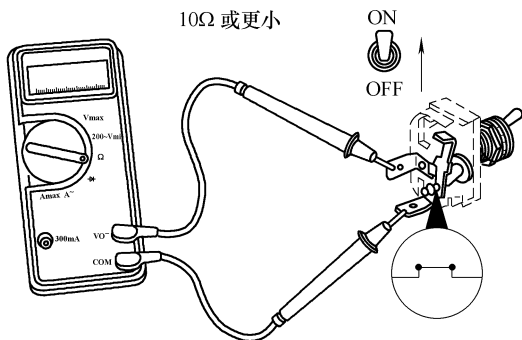

图 5-123 接通开关, 测量
③ 接通开关, 测量两端子间的电阻, 应为闭路, 电阻小于 10Ω , 如图 5-123 所示。如果不是闭路, 说明开关有故障, 应进行维修或更换。